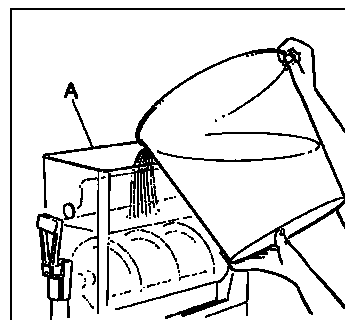

Fig. 7
- Verser le produit obtenu dans le bac en respectant la capacité maximale de 12 litres (voir fig.7).